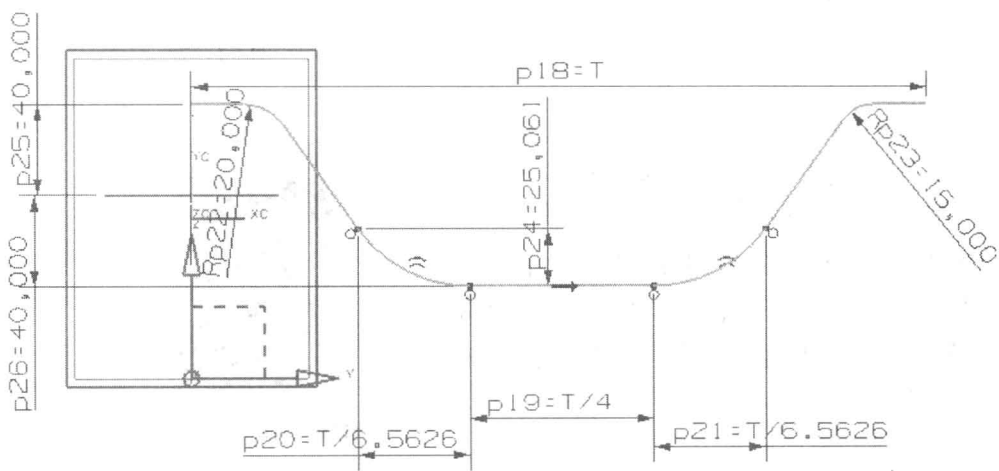

图 1-25
(5) 标注尺寸。由于关联尺寸较多,且绘制尺寸跟实际尺寸差距较大时,一般采用延迟计算,在【草图】工具条中选择 (延迟计算) 图标,在【草图约束】工具条中选择 (自动判断的尺寸) 图标,按照如图 1-25 所示的尺寸进行标注。P18 = T, P19 = T/4, P20 = T/6.5626, P21 = T/6.5626, P22 = 20, P23 = 15, P24 = 25.061, P25 = 40, P26 = 40。
当标注完上述尺寸后,此时草图曲线已经转换成绿色,在窗口状态栏出现草图已完全约束提示,最后在【草图】工具条中选择 (评估草图) 图标,生成草图如图 1-25 所示。